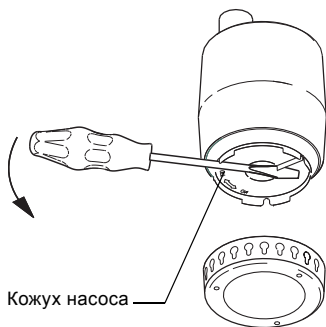

Рис. 12 Як зняти кожух насоса
4. Потягніть на себе кожух насоса. Дивіться рис. 12.